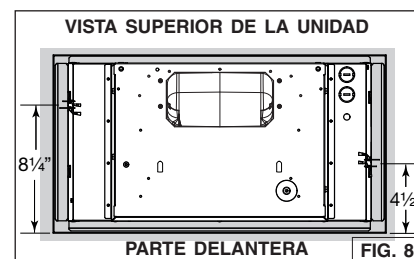
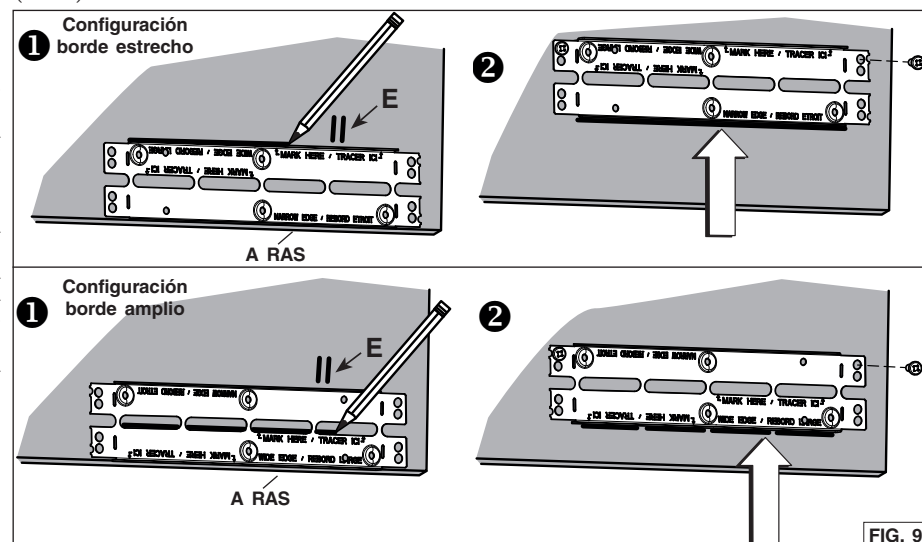

FIG. 8
FIG. 9
- Localizar los ganchos Ease of Install en la unidad (distancia determinada a partir del borde delantero, FIG. 8). Insertar temporalmente la unidad en el gabinete y a la vez que mantiene la unidad, marcar la ubicación de los ganchos Ease of Install (correspondiente a E en FIG. 9) en ambos lados del gabinete. Retirar la unidad.
- Instale los soportes de gabinete como sigue (FIG. 9):
- Coloque el soporte a ras con la parte inferior del panel derecho del gabinete, centrando la marca de la ubicación de los ganchos (E) entre los orificios inferiores en relieve. Para la configuración del borde estrecho, trace una línea encima del soporte. Para la configuración del borde amplio, trace una línea a la base de las ranuras centrales.